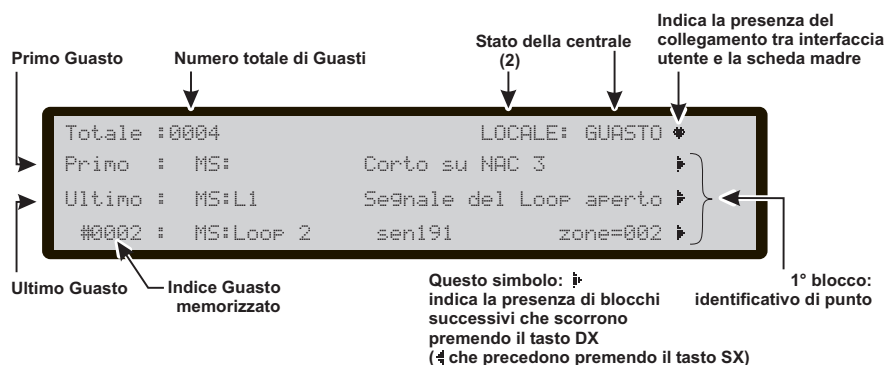

Figura 9 Schermata: STATO visualizzazione GUASTO.
- dal display della centrale e dei Repeater con una schermata come quella in figura 9;
Riarmo- Premendo il tasto RIARMO è possibile forzare a riposo tutte le Uscite Guasto ed è possibile cancellare la memoria dei guasti. Un'Uscita Guasto torna a riposo quando non ci sono più guasti da segnalare, a meno che il guasto non sia proprio su di essa. La schermata in Figura 9 segnala la presenza di quattro GUASTO; in questa fase: